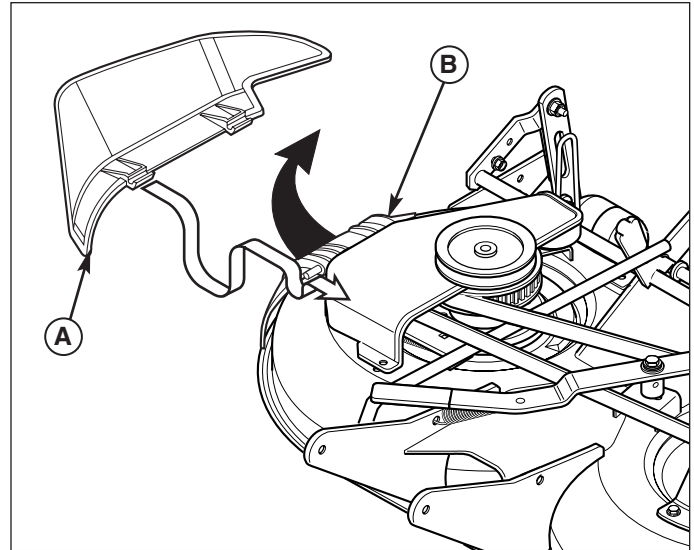

Figure 4. Installation du déflecteur d'éjection latérale
1. Relever le couvercle de broyage (B, figure 4).
2. Monter le déflecteur d'éjection latérale (A) sous le couvercle de broyage. Le déflecteur d'éjection latérale s'accroche sur la tige de support du couvercle de broyage et est tenu en place par le couvercle de broyage.